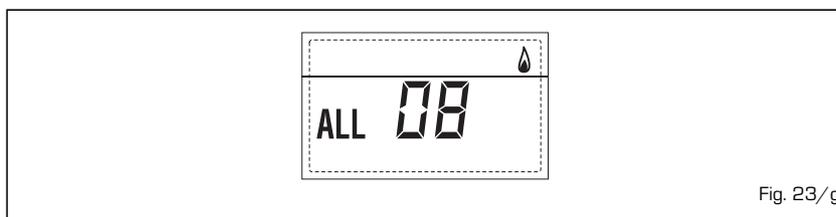

Fig. 23/g
- **ANOMALIA CIRCOLAZIONE ACQUA "ALL 09" (fig. 23/h)**